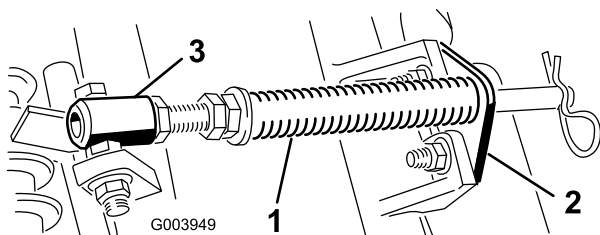

Figura 5
- A. Retire os 2 parafusos de carroçaria e porcas que prendem o suporte da barra aos separadores da unidade de corte (**Figura 5**).
- B. Retire a porca flangeada que prende o parafuso com cabeça do tubo de mola ao separador da estrutura de suporte (**Figura 5**). Retire o conjunto.